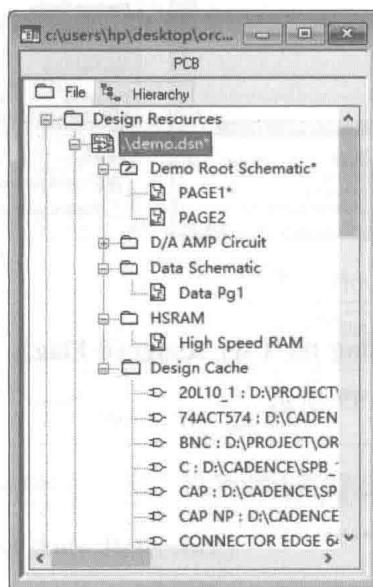

图 1.3.12 选中 demo.dsn
- (1) 启动 OrCAD Capture，打开 demo.dsn。
- (2) 在 Project Manager 中单击 demo.dsn（表明后面选择的对象是整个 Design），如图 1.3.12 所示。